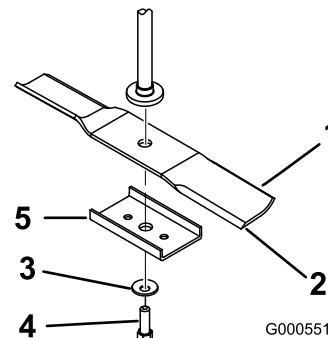

Figura 48
arandela curva, el refuerzo de la cuchilla y la cuchilla (Figura 48).
1. Instale la cuchilla en el eje (Figura 48).
- Instale el refuerzo de la cuchilla, la arandela curva (con la copa hacia la cuchilla) y el perno de la cuchilla (Figura 48).